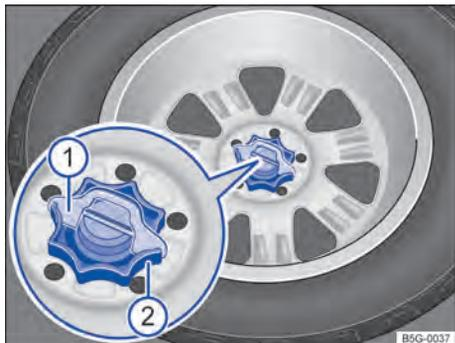

Fig. 185 No compartimento de bagagem: manipulô para fixaçã da roda sobressalente.
- Retirar o calço da trava contra torçã → Fig. 185 1 puxando-o para cima.
- Girar totalmente o manipulô localizado no meio da roda sobressalente → Fig. 185 2 no sentido anti-horário, e removê-lo.
- Inserir o calço de proteção contra giro → Fig. 185 1 na fenda do pino rosqueável, de modo que o manipulô não possa ser mais girado.